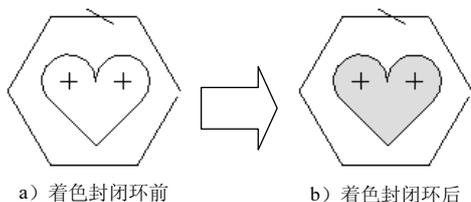

图 2.7.1 着色的封闭环
Step 2 选择命令。单击 **草绘** 功能选项卡 **检查** 区域中的 **着色** 按钮，系统自动在图 2.7.1 所示的圆内侧填充颜色。